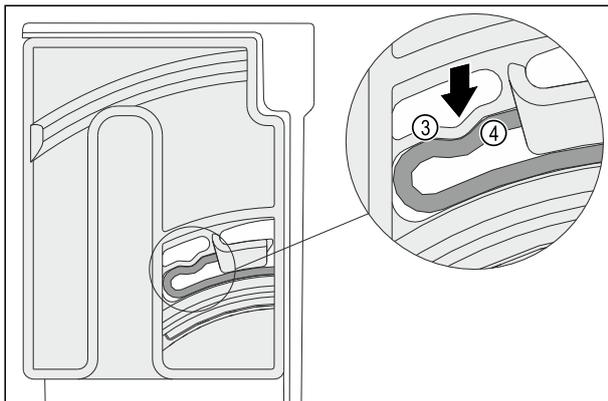

Fig. 117
- ▶ 旋转单元的弹性元件 Fig. 117 (3) 卡入圆弧形滑条 Fig. 117 (4) 中，发出咔哒声。